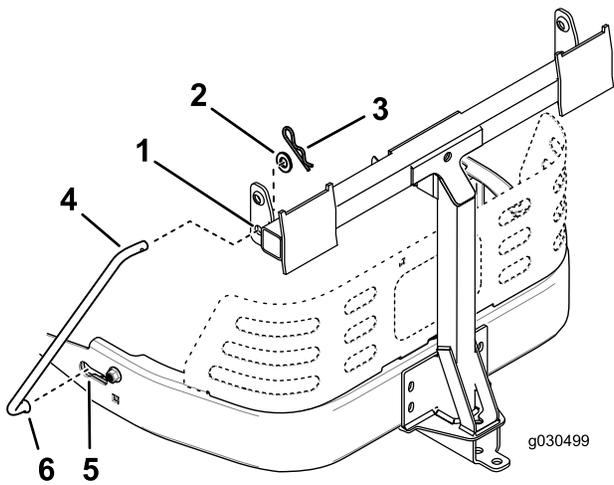

Figura 18
4. Instale el extremo doblado y abocinado de una varilla en la ranura en forma de bocallave del lado izquierdo del bastidor de la máquina, y mueva la varilla hacia atrás para encajarla en el bastidor (Figura 18).
5. Introduzca los extremos doblados de la varilla en la placa de enganche, según se indica en Figura 18, y sujete el extremo de cada varilla con una arandela y una chaveta.